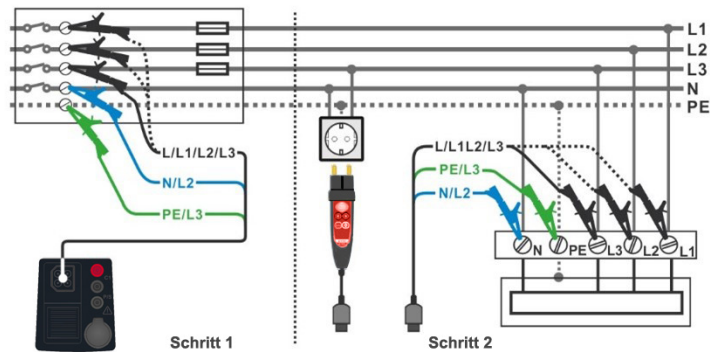

Abbildung 4.73: AUTO TT-Messung
- › Schließen Sie die 3-Leiter-Prüflleitung oder den Commander Prüfstecker am Prüfobjekt an, siehe **Abbildung 4.73**.